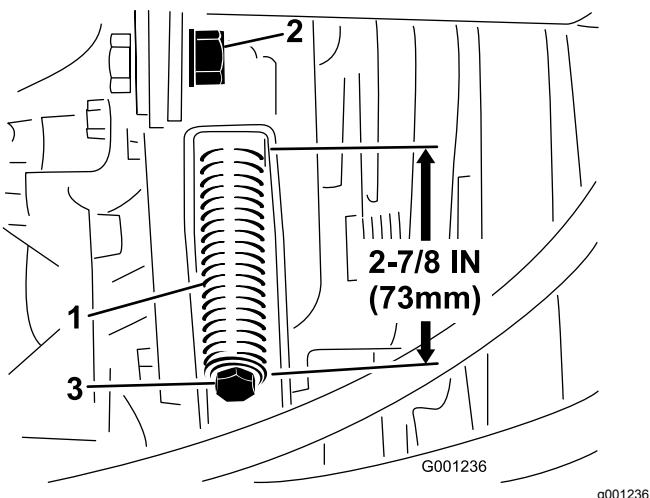

Figura 73
3. Desaperte a porca de retenção da barra de tensão (Figura 73).
4. Utilize uma chave de porcas com uma abertura de  $\frac{1}{2}$  pol. para apertar ou desapertar a mola tensora (Figura 73). Ajuste a mola de modo a ficar com um comprimento de 73 mm.
4. Utilizando uma chave de porcas com uma abertura de  $\frac{1}{2}$  pol., desaperte até ao fim a mola tensora da correia (Figura 73).
6. Instale a nova correia da tomada de força e ajuste a tensão da mola da polia para 73 mm de comprimento (Figura 73).
7. Aperte a porca de retenção (Figura 73) e feche o capot.